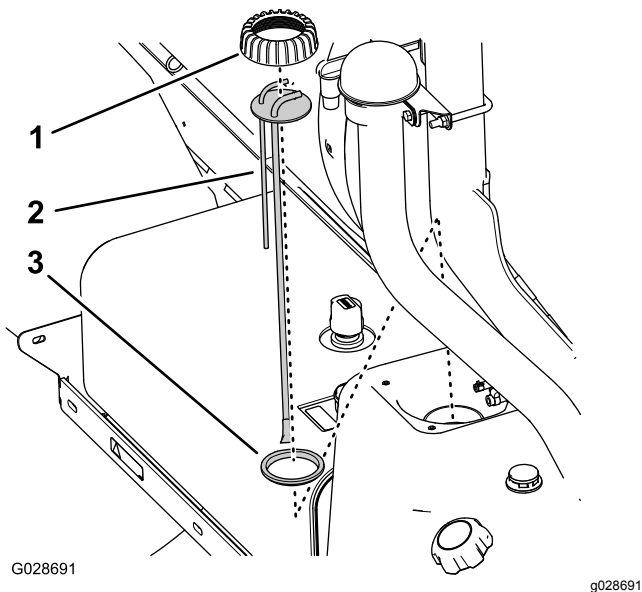

图 79
5. 逆时针旋转燃油立针管/传感器帽然后将其取下 图 79。
6. 从油箱中提起燃油立针管/传感器组件图 79。
1. 将立针管帽装到立针管上然后将立针管放到密封件上图 79。
2. 将立针管帽、立针管和密封件与油箱对齐将新的立针管组件小心插入油箱图 79。
3. 将立管帽螺到油箱颈上然后用手拧紧立管帽图 79。